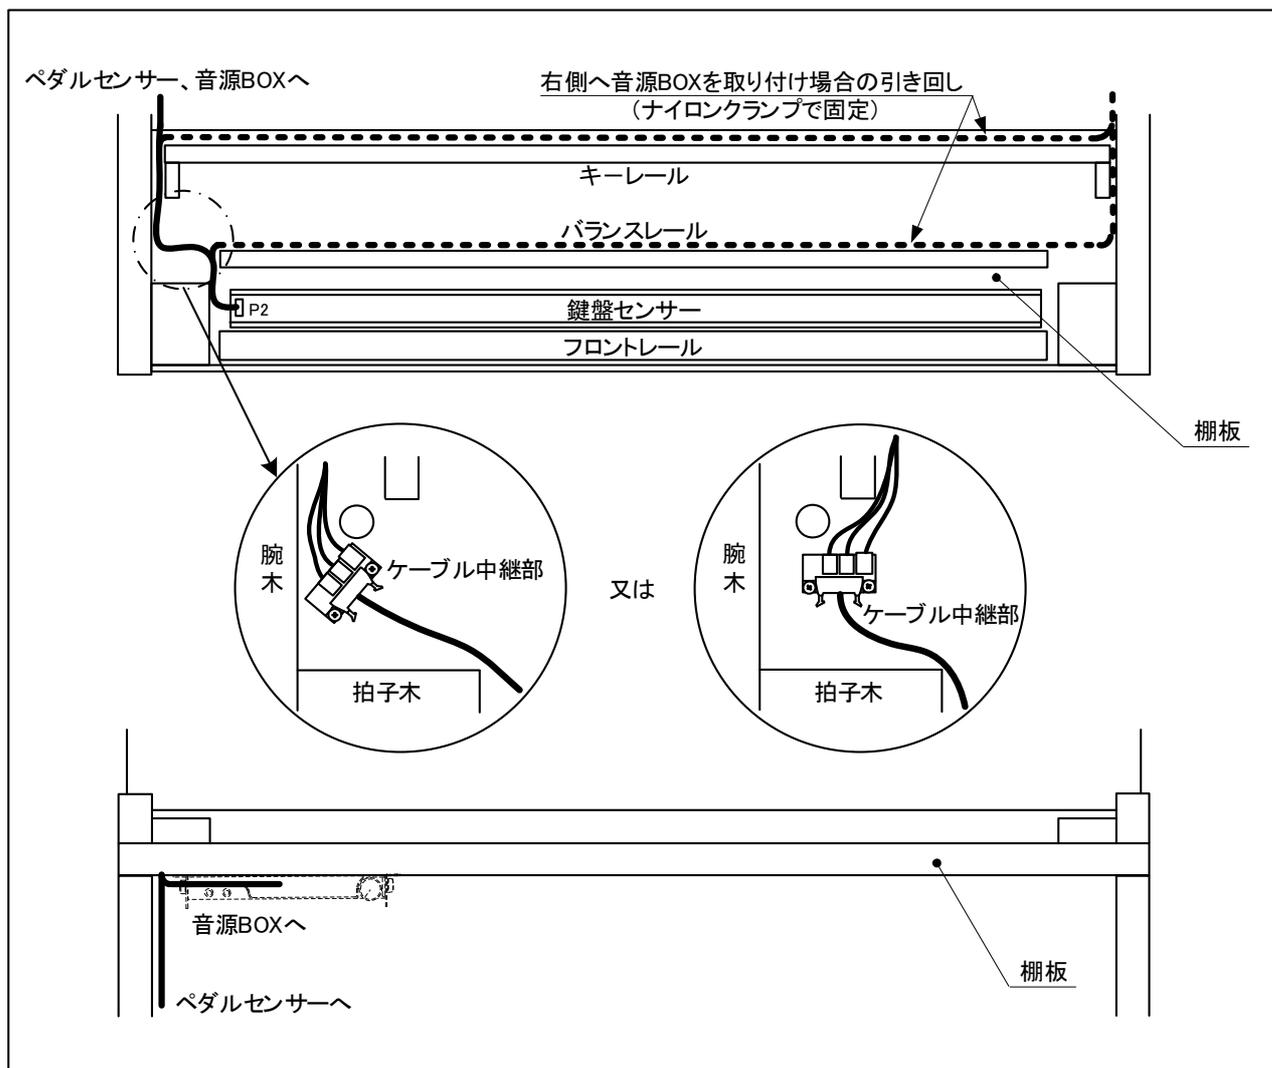

図4.5-6 接続ケーブルの引き回し
- (6) 鍵盤センサーへケーブル中継部からのケーブルを接続する。(3. 2 配線接続図を参照)
- (7) 各ペダルセンサーへケーブル中継部からのケーブルを接続する。
- (8) ケーブル中継部をピアノ左側の拍子木奥の突上棒を避けた箇所へ配置 (固定の場合はM3.5×12mmタッピング 2本を使用)、音源BOXもピアノ左側に取り付けるので、接続ケーブルは図4.5-6の様に低音部の弦側から棚板の下側へ、ペダルセンサーへの接続ケーブルと一緒に引き回す。余長分は棚板の下で整理する。また、ピアノ右側へ音源BOXを取り付ける場合は、キーレールやバランスレールに沿わせるようにして、高音部へ渡らせてから弦側へ引き込み、音源BOXの位置まで引き回す。